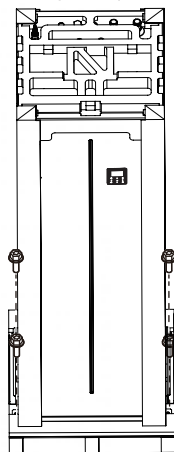

Fig.2-3
- Remover os 4 parafusos da base em madeira (Consultar a Fig.2-3).